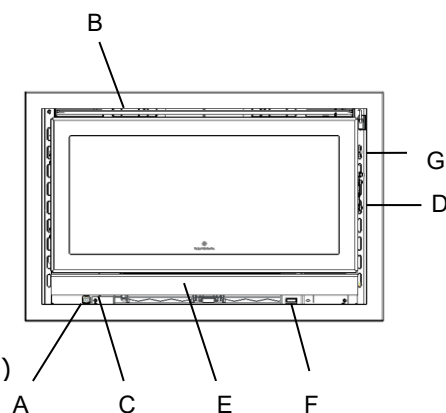

Figura 19 – Esquema de los componentes
1. Abra el control de aire de combustión "Aire primario" (C-Figura 19).
2. Apertura del tirador de salida de aire caliente "Tapa de humos" (G-Figura 19)